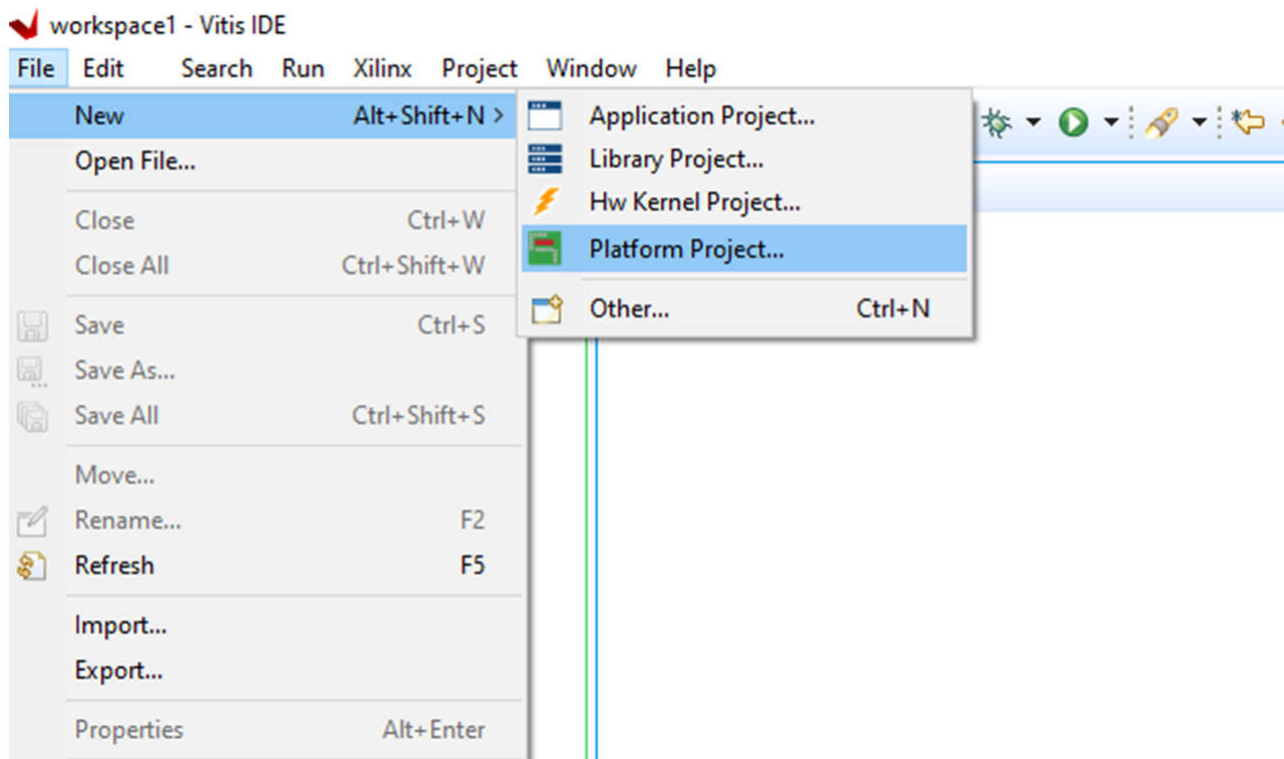

图 6-1. 新建平台项目
1. 打开 **File** 菜单，转到 **New**，然后点击 **Platform Project** (请参阅图 6-1)。